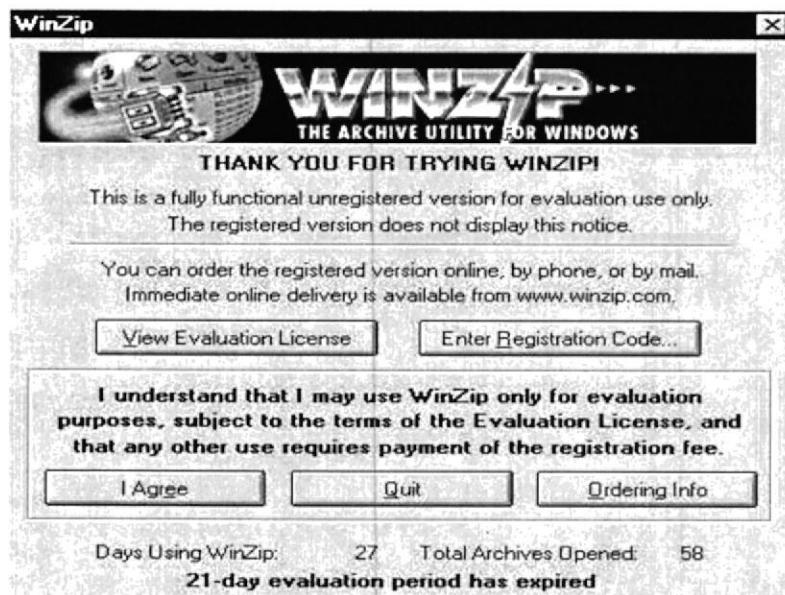

Figura 4.7.2 Ventana de Winzip
5. Aparecerá la pantalla del Win Zip, elija la opción “*I Agree*”, **figura 4.7.2**.